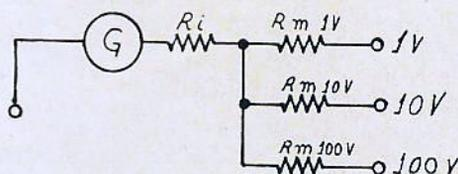

Figura 5
a) Resistores individuais (figura 5)